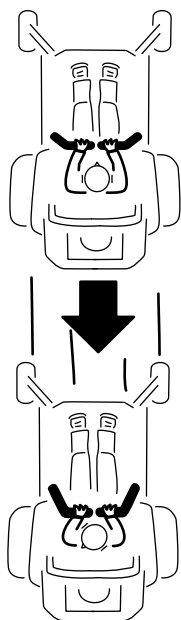

Рисунок 23
2. Для перемещения назад медленно передвиньте рычаги управления движением назад (Рисунок 23).